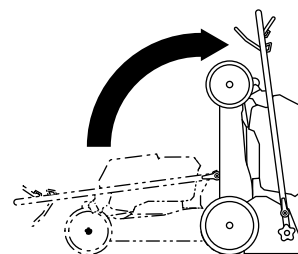

Figura 18
6. Ridicați partea frontală a mainii cu ajutorul mânerului și mutați-o într-un spațiu de depozitare (Figura 18).